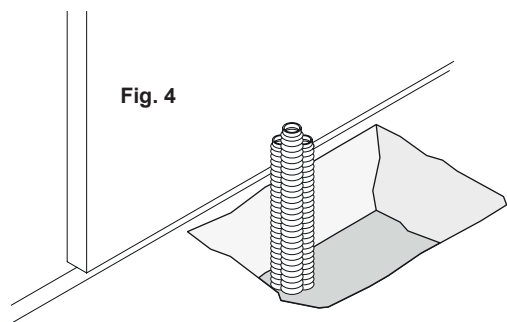

Fig. 4
- 2 - Die Rohrleitungen für die Stromkabel verlegen (siehe „Auslegung elektrische Anlage“). Die Rohre etwa 30/40 cm länger als notwendig lassen (Abbildung 4).